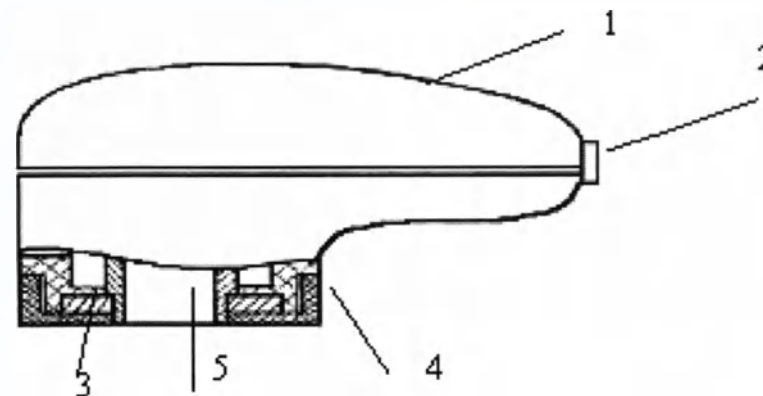
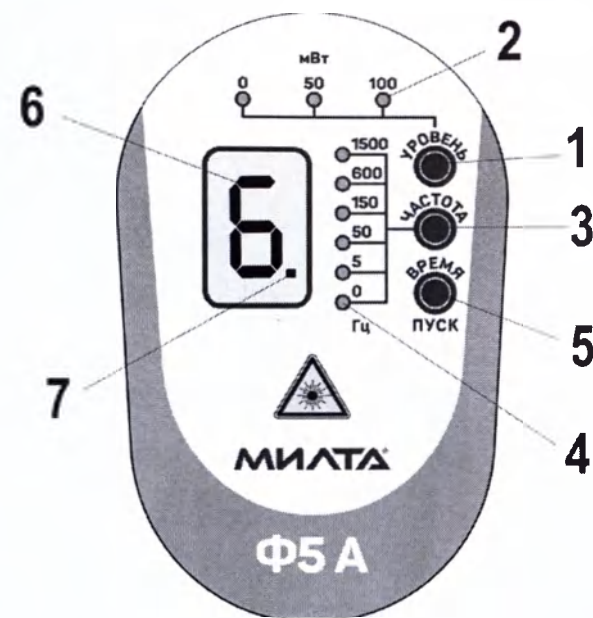
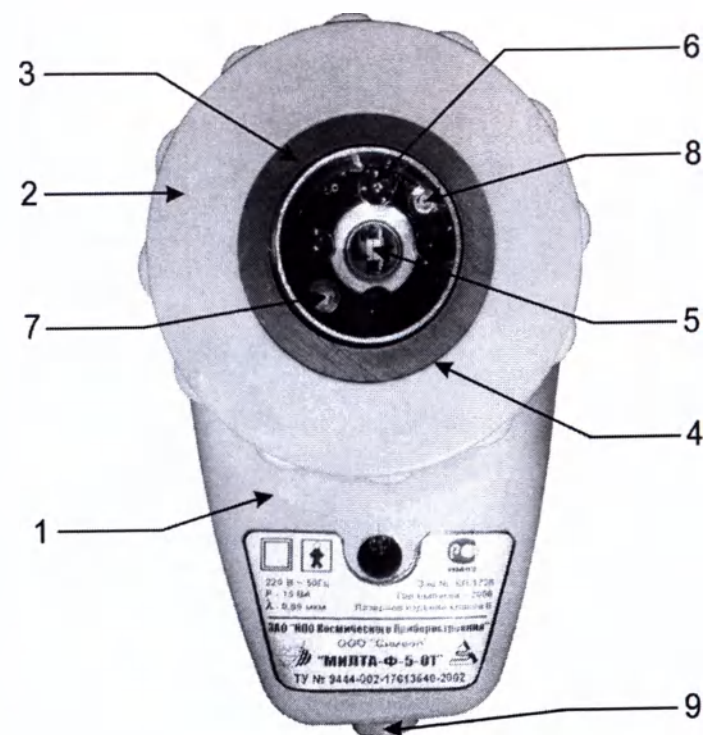

Рис. 2. Терминал аппарата (вид сбоку).
Рис. 3. Терминал (вид сверху).
Рис. 4. Терминал (вид снизу).
5.1.3. Лечебные факторы, излучаемые терминалом, обеспечивают физиотерапевтическое воздействие на пациента. Терминал (рис. 2) состоит из корпуса 1 с встроенным разъёмом 2 и гайки 4. Внутри корпуса терминала размещены постоянный магнит 3 и камера 5, содержащая (рис. 4) лазер 5, четыре инфракрасных диода 6, фотодиод 7 и красный светодиод 8. На верхней крышке корпуса терминала (рис. 3) размещены: кнопка 1 установки уровня мощности инфракрасных диодов «УРОВЕНЬ», кнопка 3 установки частоты повторения лазерных импульсов «ЧАСТОТА» и кнопка 5 ввода аппарата в активный режим, установки времени излучения и запуска излучателей «ВРЕМЯ/ПУСК». Мощность излучения инфракрасных диодов отображается светодиодами 2, а частота повторения импульсов лазера индикаторными светодиодами 4. Требуемое время излучения устанавливается кнопкой 5 и отображается на цифровом индикаторе 6. На этом же индикаторе цифрами от 1 до 9 отображается относительное значение степени зарядки аккумулятора, когда аппарат находится в режиме «зарядка», перед переходом в режим малого потребления энергии («спящий» режим) и после выхода из него (при включении аппарата в течение первых 2-4 секунд). Это необходимо для увеличения ресурса аккумулятора. Переход в режим индикации степени зарядки происходит автоматически через 30-40 сек после окончания лечебной процедуры, если в течение этого времени не нажата ни одна из кнопок на аппарате. Переход в «спящий» режим происходит автоматически по истечении 3-х минут после окончания лечебной процедуры, если в течение этого времени не нажата ни одна из кнопок на аппарате.
5.2.2. Аппарат включается нажатием кнопки «ВРЕМЯ/ПУСК» (рис. 3). При этом на лицевой панели терминала загорается по одному из группы индикаторных светодиодов 2, 4 (в зависимости от режимов последнего сеанса лечения).
5.2.4. Фоторегистратор позволяет определять наличие излучения по сигналу, отражённому от облучаемой поверхности. Светящаяся точка 7 (рис. 4) в правом нижнем углу цифрового табло 6 сигнализирует о наличии лазерного или светодиодного излучений. Показателем наличия излучения является также красная подсветка, которая включается одновременно с любым из излучателей.
7.4. При работе от сети и (или) для подзарядки аккумулятора подключите сетевой адаптер к терминалу при помощи разъёма и включите вилку сетевого адаптера в сеть. Для работы в автономном режиме перейдите к п.7.5. Процесс подзарядки аккумулятора отображается «бегущей» индикацией индикаторных диодов 4 (рис. 3). Состояние заряженности аккумулятора отражается цифрой в относительных единицах на цифровом табло 6 (п.п. 5.1.5.). По мере достижения полного заряда аккумулятора подзарядку следует прекратить, отключив сетевой адаптер от сети и от терминала.
7.5. Включите аппарат (рис. 3), нажав на кнопку 5. При этом на терминале включатся индикаторные диоды 2 и 4, а на цифровом индикаторе появится цифра, отображающая время сеанса лечения и соответствующая установленному значению при последнем сеансе работы с аппаратом.
8.9. В аппарате предусмотрена возможность отключения любого из лечебных факторов. Для отключения инфракрасных диодов установите кнопкой «УРОВЕНЬ» значение, равное «0». Для отключения лазера установите кнопкой «ЧАСТОТА» значение «0». Для работы без магнитного поля отверните гайку 4 терминала (рис. 4), выньте магнит 3, заверните гайку 4. Дальнейший порядок работы совпадает с описанным выше (п.п. 8.1-8.8).